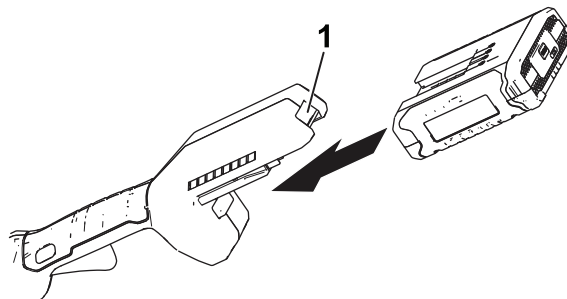

Bild 6
2. Fluchten Sie das Loch im Akkupack mit der Zunge im Holmgehäuse aus (Bild 6).
3. Drücken Sie das Akkupack in den Holm, bis das Akkupack einrastet (Bild 6).